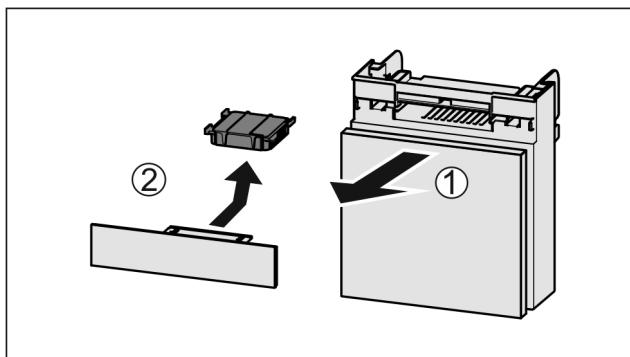

Fig. 34
- ▶ 向前拉出 Fig. 34 (1) 抽屉。
- ▶ 取出 Fig. 34 (2) 活性炭过滤器。